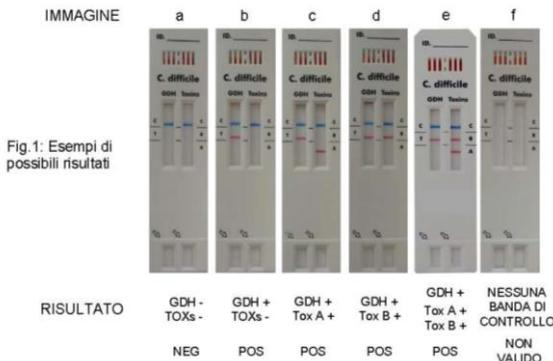

Fig.1: Esempi di possibili risultati
Un campione diluito di fuci del paziente viene dispensato in entrambe le porte del campione della cassetta e migra lungo le membrane attraverso le zone Test e Controllo. Dopo 15 minuti di incubazione a temperatura ambiente, la comparsa di una linea colorata specifica nella finestra di lettura accanto alla lettera corrispondente, in presenza della linea del controllo, indica un risultato positivo (vedere la Fig. 1).
6. Assicurarsi di aggiungere il volume corretto del campione estratto alle due porte del campione contrassegnate dalle frecce nel dispositivo di plastica. Se il volume è inferiore a quanto indicato, il flusso potrebbe non verificarsi poiché la quantità di campione che raggiunge le strisce reattive è insufficiente; se il volume è maggiore, potrebbero apparire delle linee marroni invece di quelle previste (vedere la Fig. 1).
La cassetta contiene due strisce: sul lato sinistro la striscia per il GDH, sul lato destro la striscia per le tossine A e B. I risultati possibili sono mostrati nella Fig. 1.
8. Campioni altamente emorragici possono interferire con il dosaggio determinando un risultato falsamente negativo o la comparsa di bande aspecifiche. Questo evento è spesso accompagnato dall'alterazione del colore delle bande. Non riportare alcun risultato se le bande non sono del colore corretto: le linee del controllo devono essere **BLU**, le linee del test devono essere **ROSA-ROSSE** (fare riferimento alla Fig. 1).